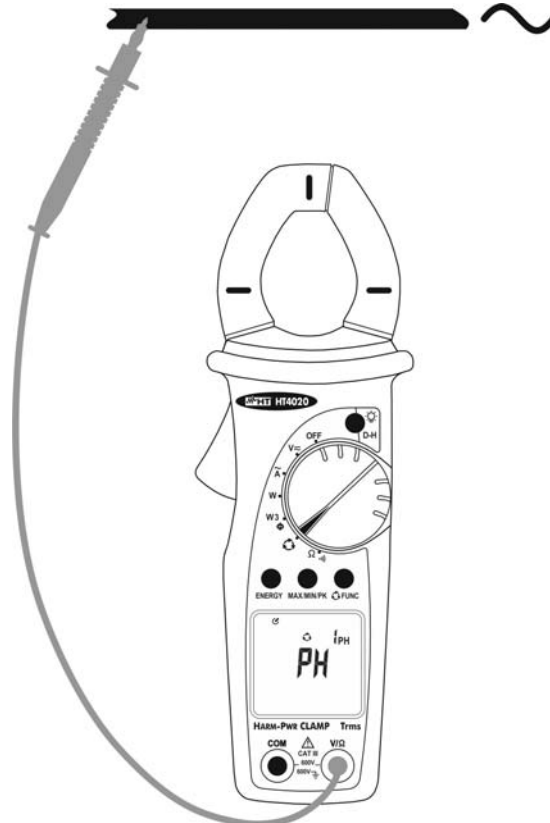

Abb. 15: Spannungsprüfung
3. Verbinden Sie die rote Prüfspitze mit der Phase L1. (s. Abb. 15). Falls nötig, kann die rote Prüfspitze an der Gummischutzhülle befestigt werden